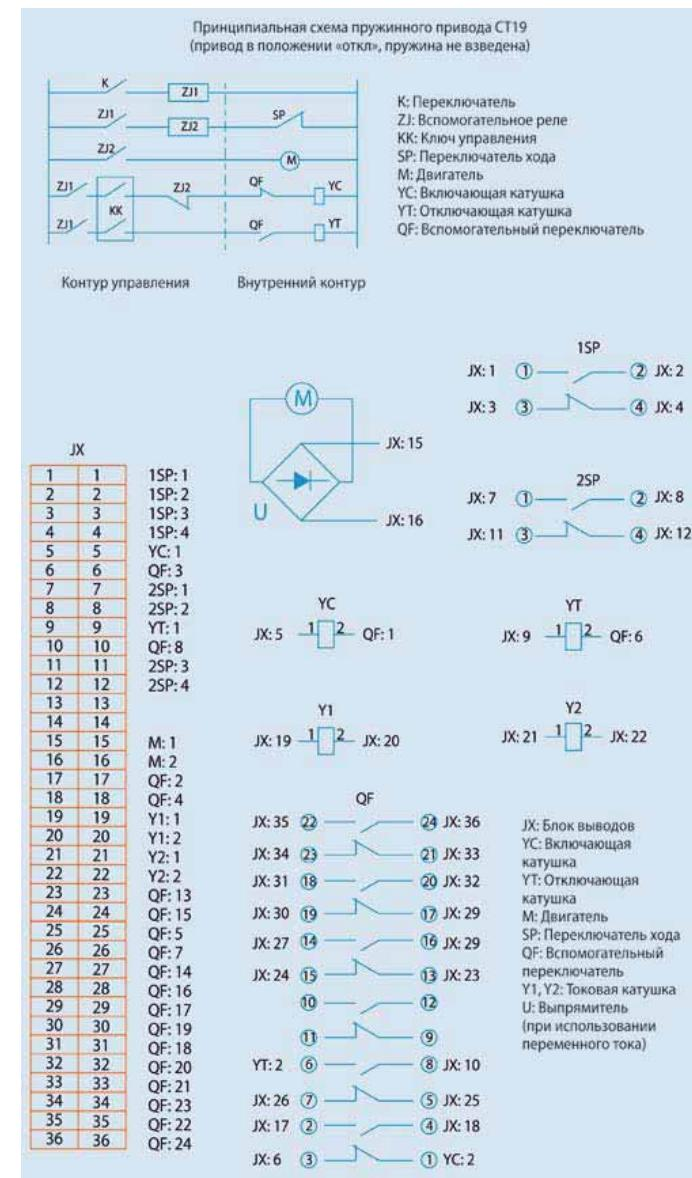

Рис. 5.6 Электрическая схема пружинного привода СЕ19
5.3 Электрическая схема пружинного привода СЕ19 (см. рис. 5.6)